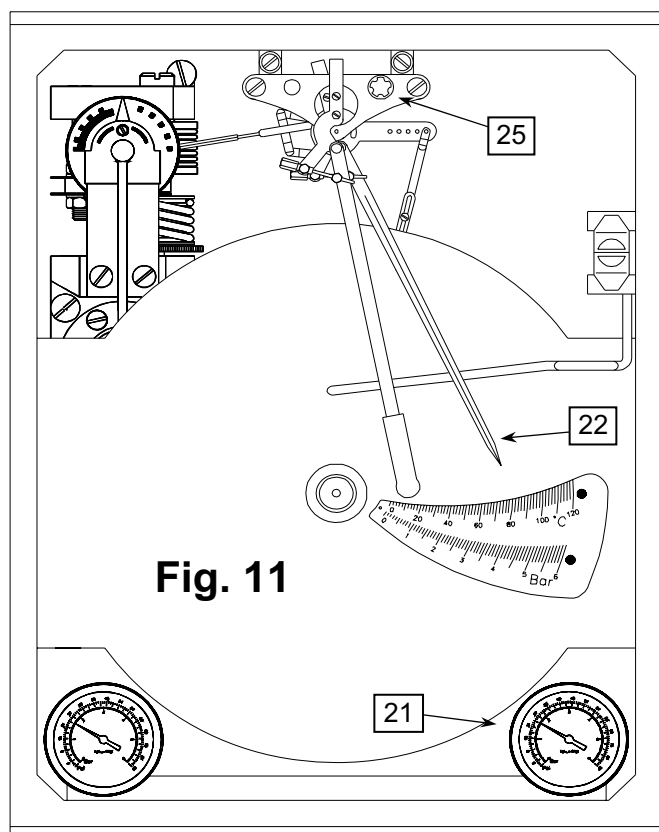

Fig. 11.1
11.1 REGOLATORE ON-OFF (Fig. 11.1)
11.1 CONTROLLER ON-OFF (Fig. 11.1)
3.2. PROPORTIONAL CONTROLLER (P) (Fig. 11.1)